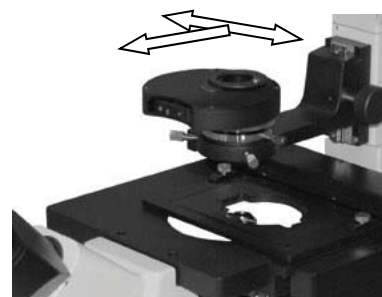

Рис. 3b.
7. Извлеките из упаковки конденсорное устройство **5** и поместите его в держатель конденсора **6**. Разверните диск, как показано на рис. 3b. Зафиксируйте винтом.